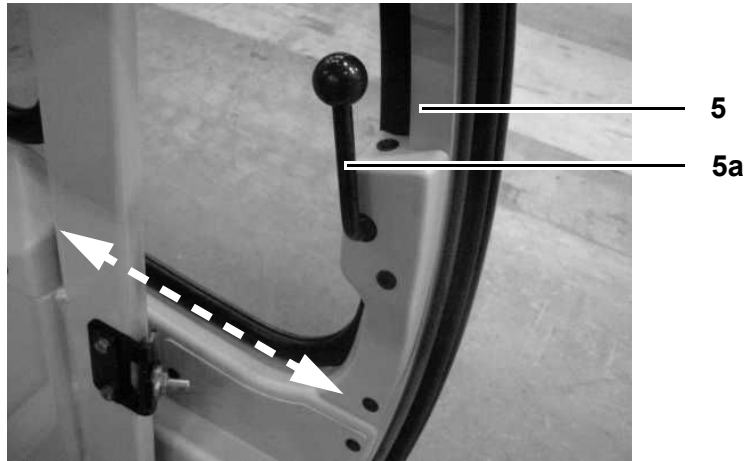

Fig. 62 Mecanismo de trava da porta de correr
A porta de correr (5) na Fig. 62 pode ser mantida aberta com um detentor no painel lateral da cabine. Puxar a alavanca de liberação (5a) na Fig. 62 na parte de dentro da porta libera o mecanismo de trava.